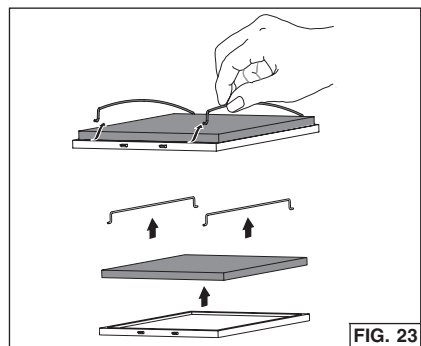

FIG. 23
2. Coloque un filtro para sistemas sin conductos detrás de cada filtro de grasa. Fig. 23.